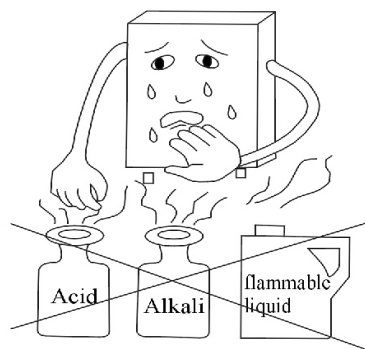

Fig.18
- Nu stocați materiale inflamabile, explozive sau volatile în apropierea boilerului (Fig. 18).